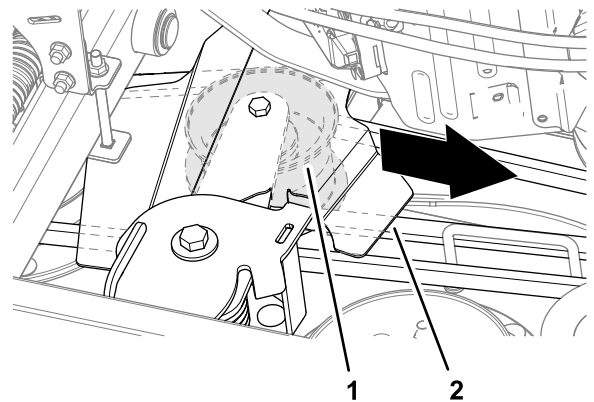

図 77
6. アイドラプリーとアイドラプリーカバーをエンジン側に引いて、プリーからベルトを外す **図 77**。